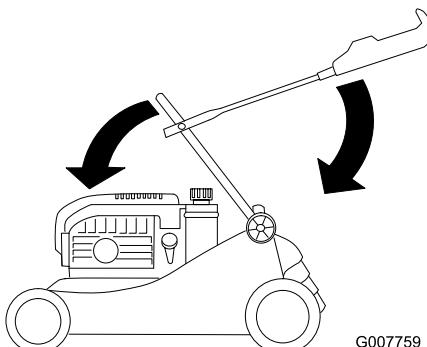

Figura 34
- Con cuidado, mueva hacia adelante la sección inferior del manillar hasta que descansen sobre el motor (Figura 34).
- Con cuidado, mueva hacia atrás la sección superior del manillar hasta que quede plana (Figura 34).